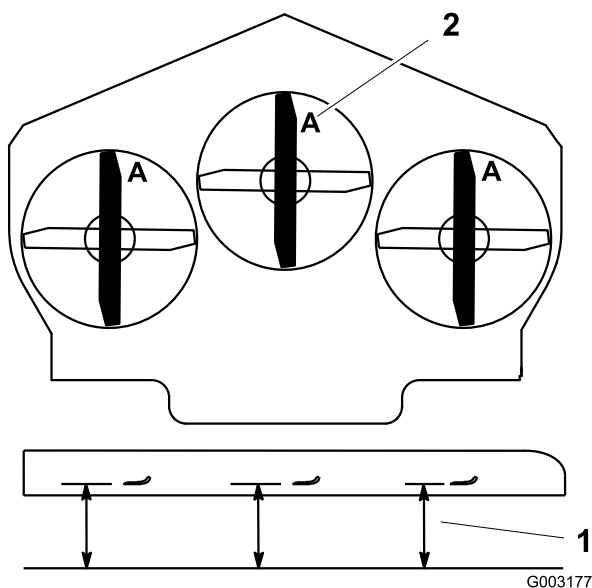

Figure 72
3. Tournez les lames dans le sens longitudinal (Figure 72). Mesurez la distance entre la surface plane et le tranchant (position **A**) des lames (Figure 72) et notez cette valeur.